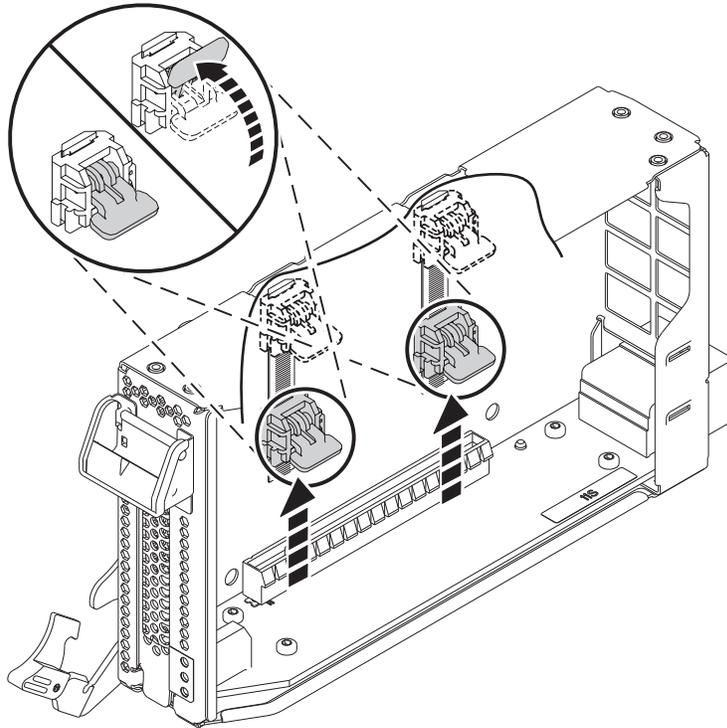

Abbildung 28. Kassettenverriegelungen entriegeln
- a. Entriegeln Sie die Kassettenverriegelungen, indem Sie sie drehen, wie in Abb. 28 auf Seite 30 dargestellt.
- b. Drücken Sie die Kassettenverriegelungen nach oben zur Oberkante der Kassette, wie in Abb. 28 auf Seite 30 dargestellt.